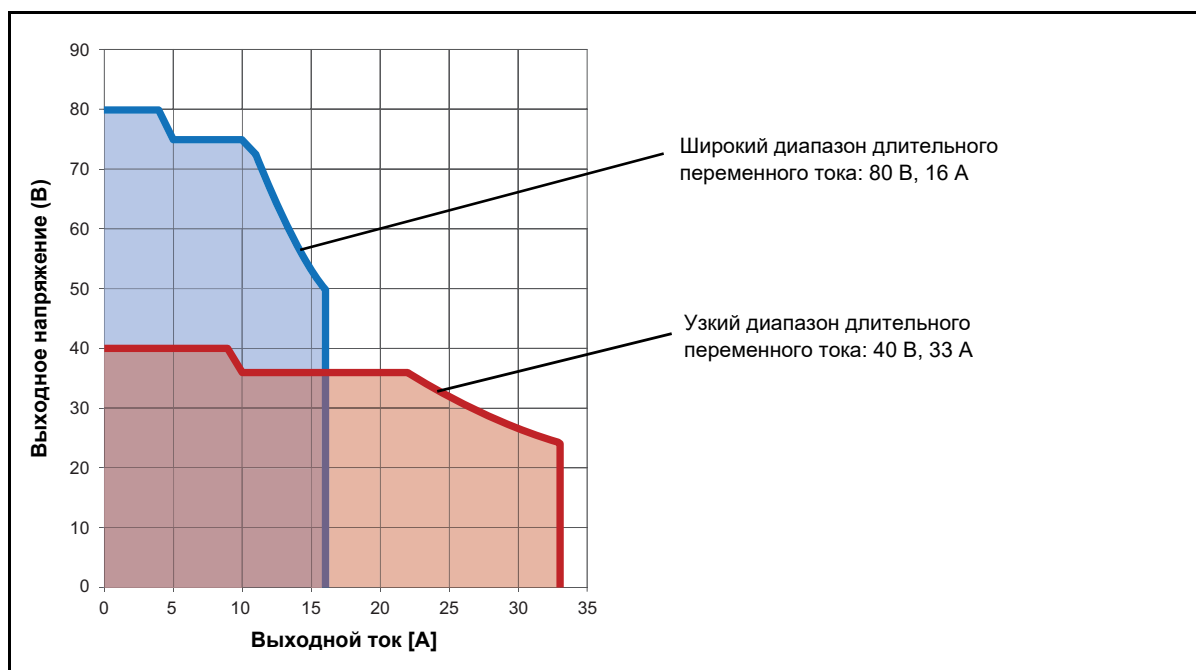

Рис. 15-4: Допустимый рабочий диапазон: 3 х перемен. ток, 80 В, 16 А
4. См. Рис. 15-4: «Допустимый рабочий диапазон: 3 х перем. ток, 80 В, 16 А» на стр. 235
3. См. Рис. 15-4: «Допустимый рабочий диапазон: 3 х перем. ток, 80 В, 16 А» на стр. 235